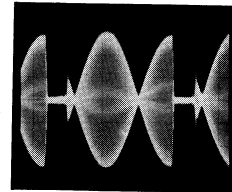

Abb. 69
- ⑩ Mit L 254 Doppelkonturen zur Deckung bringen (Abb. 69 und 70).